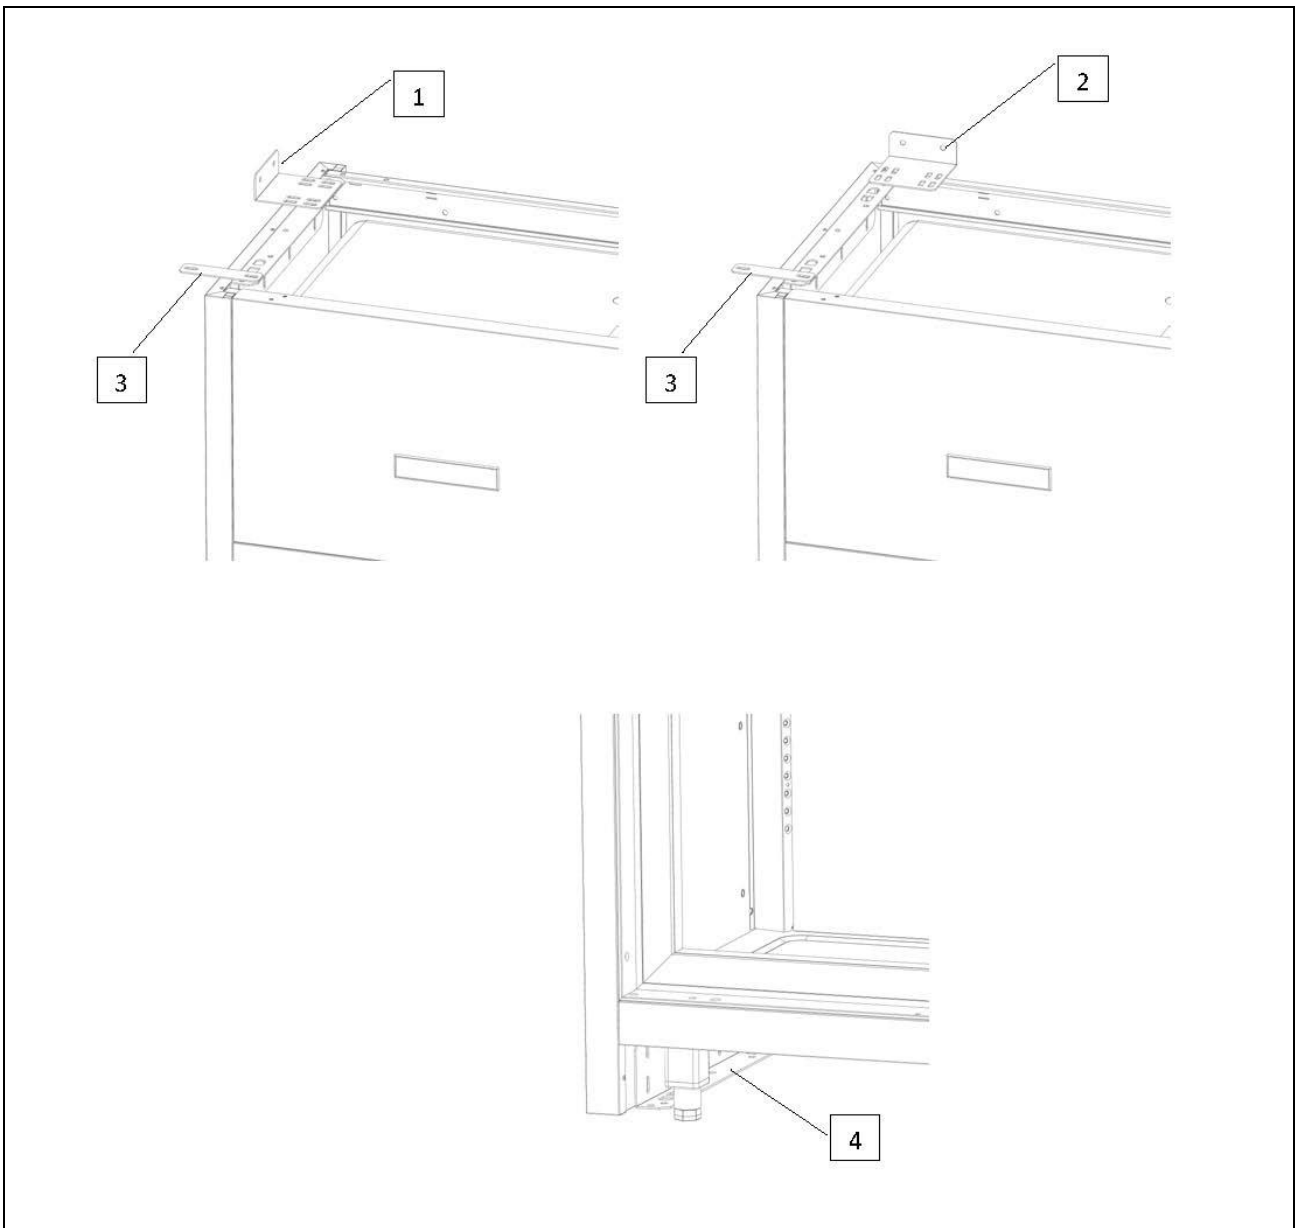

Abb. 4
- Seitlich rechts wie links mit oberem Bügel (Ref. 1, Abb. 4);
- Rückwärtig an der Wand mit oberem Bügel (Ref. 2, Abb. 4);
- Am Boden, wenn möglich, mit seitlichem Bügel (Ref. 4, Abb. 4);
- Zwei oder mehr Geräte nebeneinander müssen mit einem Verbindungsbügel untereinander befestigt werden (Ref. 3, Abb. 4).
- Den extra gelieferten unteren Sockel (2, wenn die Wine Library durchgehend ist) mit den entsprechenden Steckhaken (Ref. 1, Abb.4) befestigen.